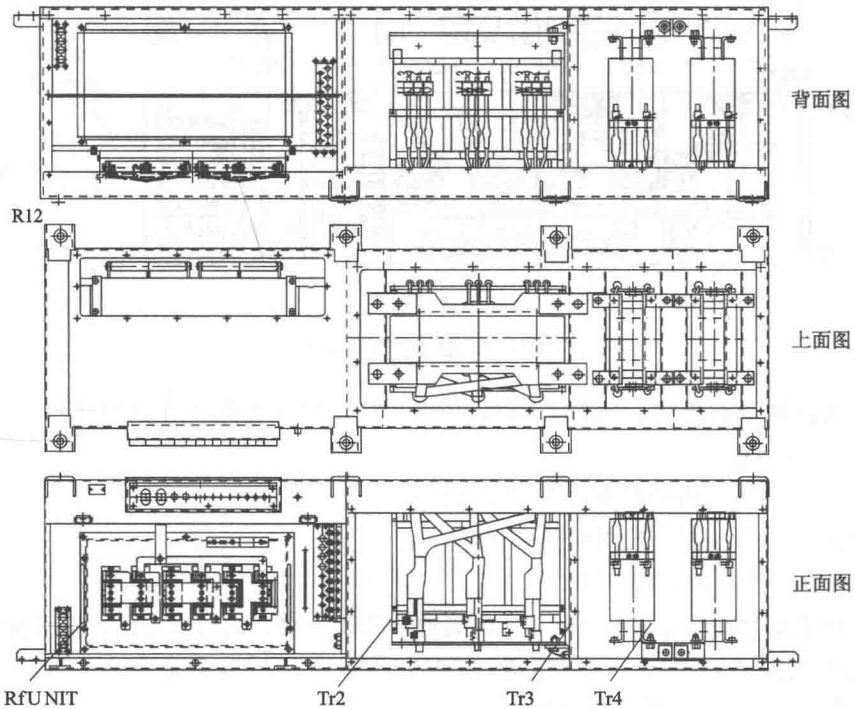

图 9-6 APU1~APU6 部件配置图
#### (1) 辅助电源装置 APU1~APU6(NC-ZFDT227A)(部件配置见图 9-6)